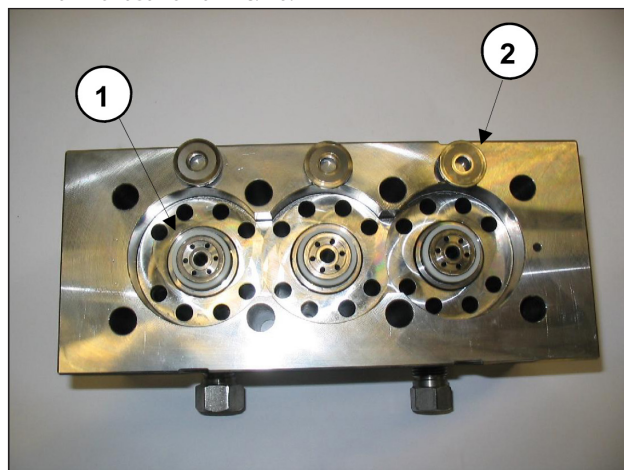

Рис. 41
В ходе демонтажа рубашек следите за тем, чтобы не потерять гнезда клапанов ① и плоские клапаны ②, как указано на Рис. 41, так как они просто прижаты и могут выпасть.